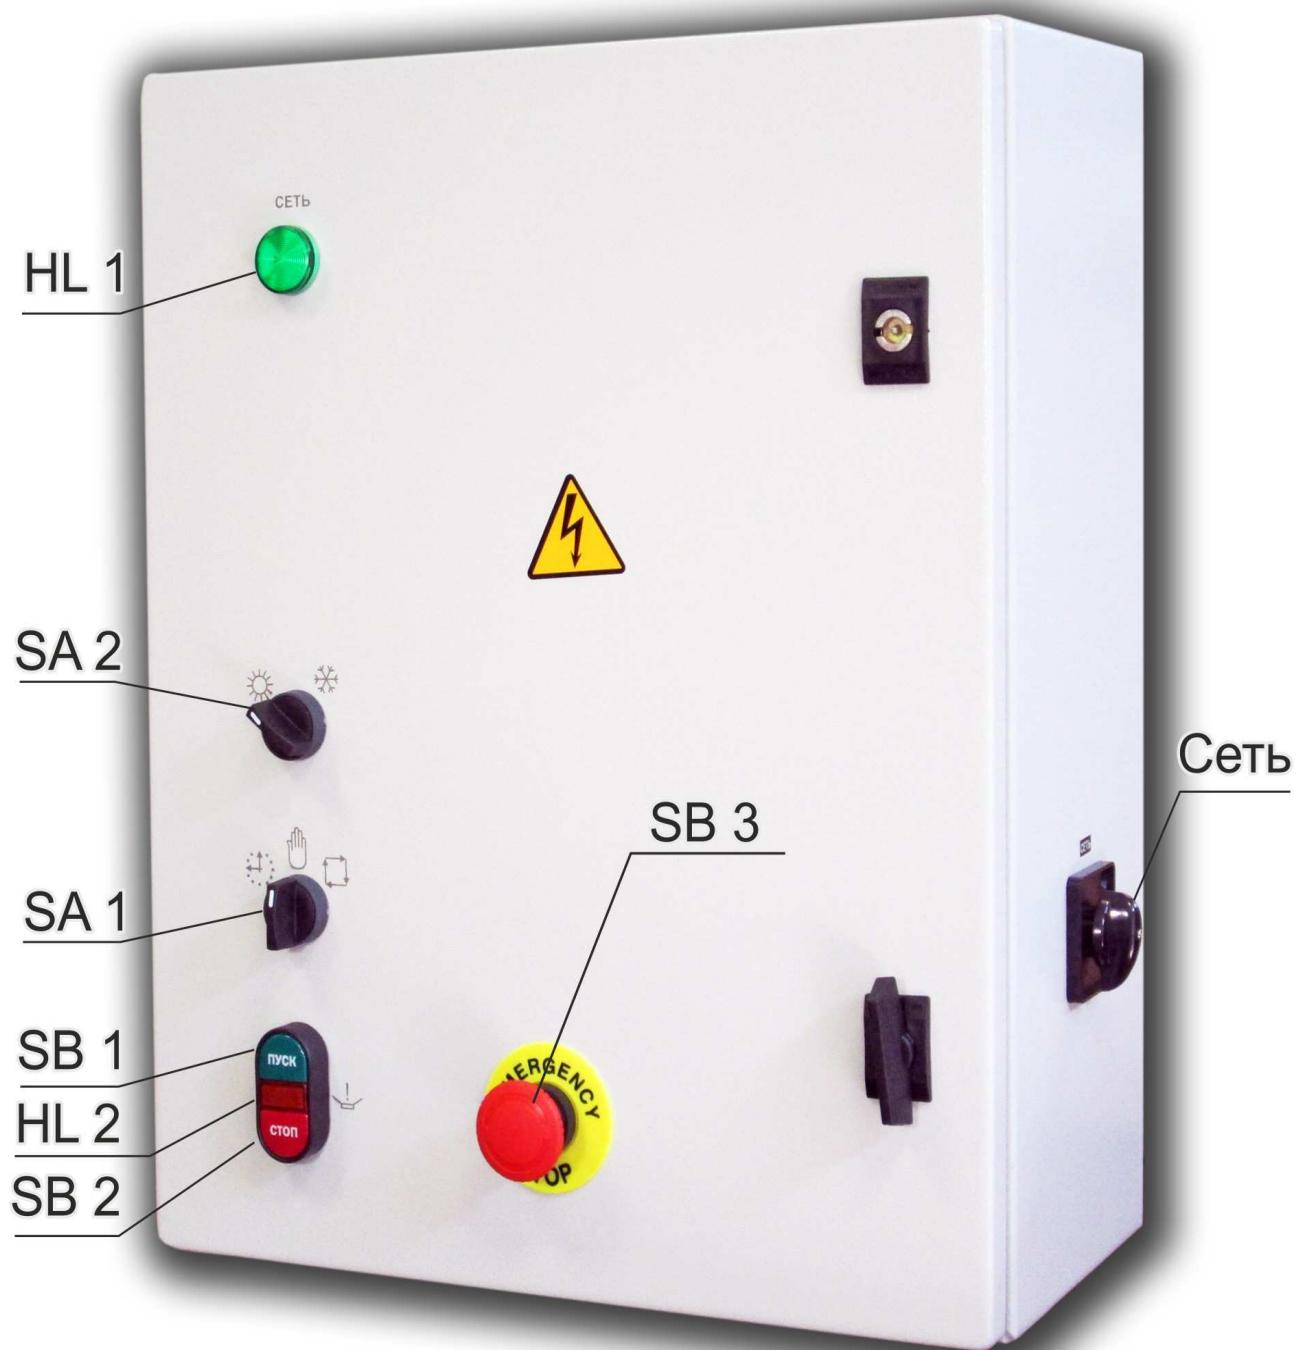
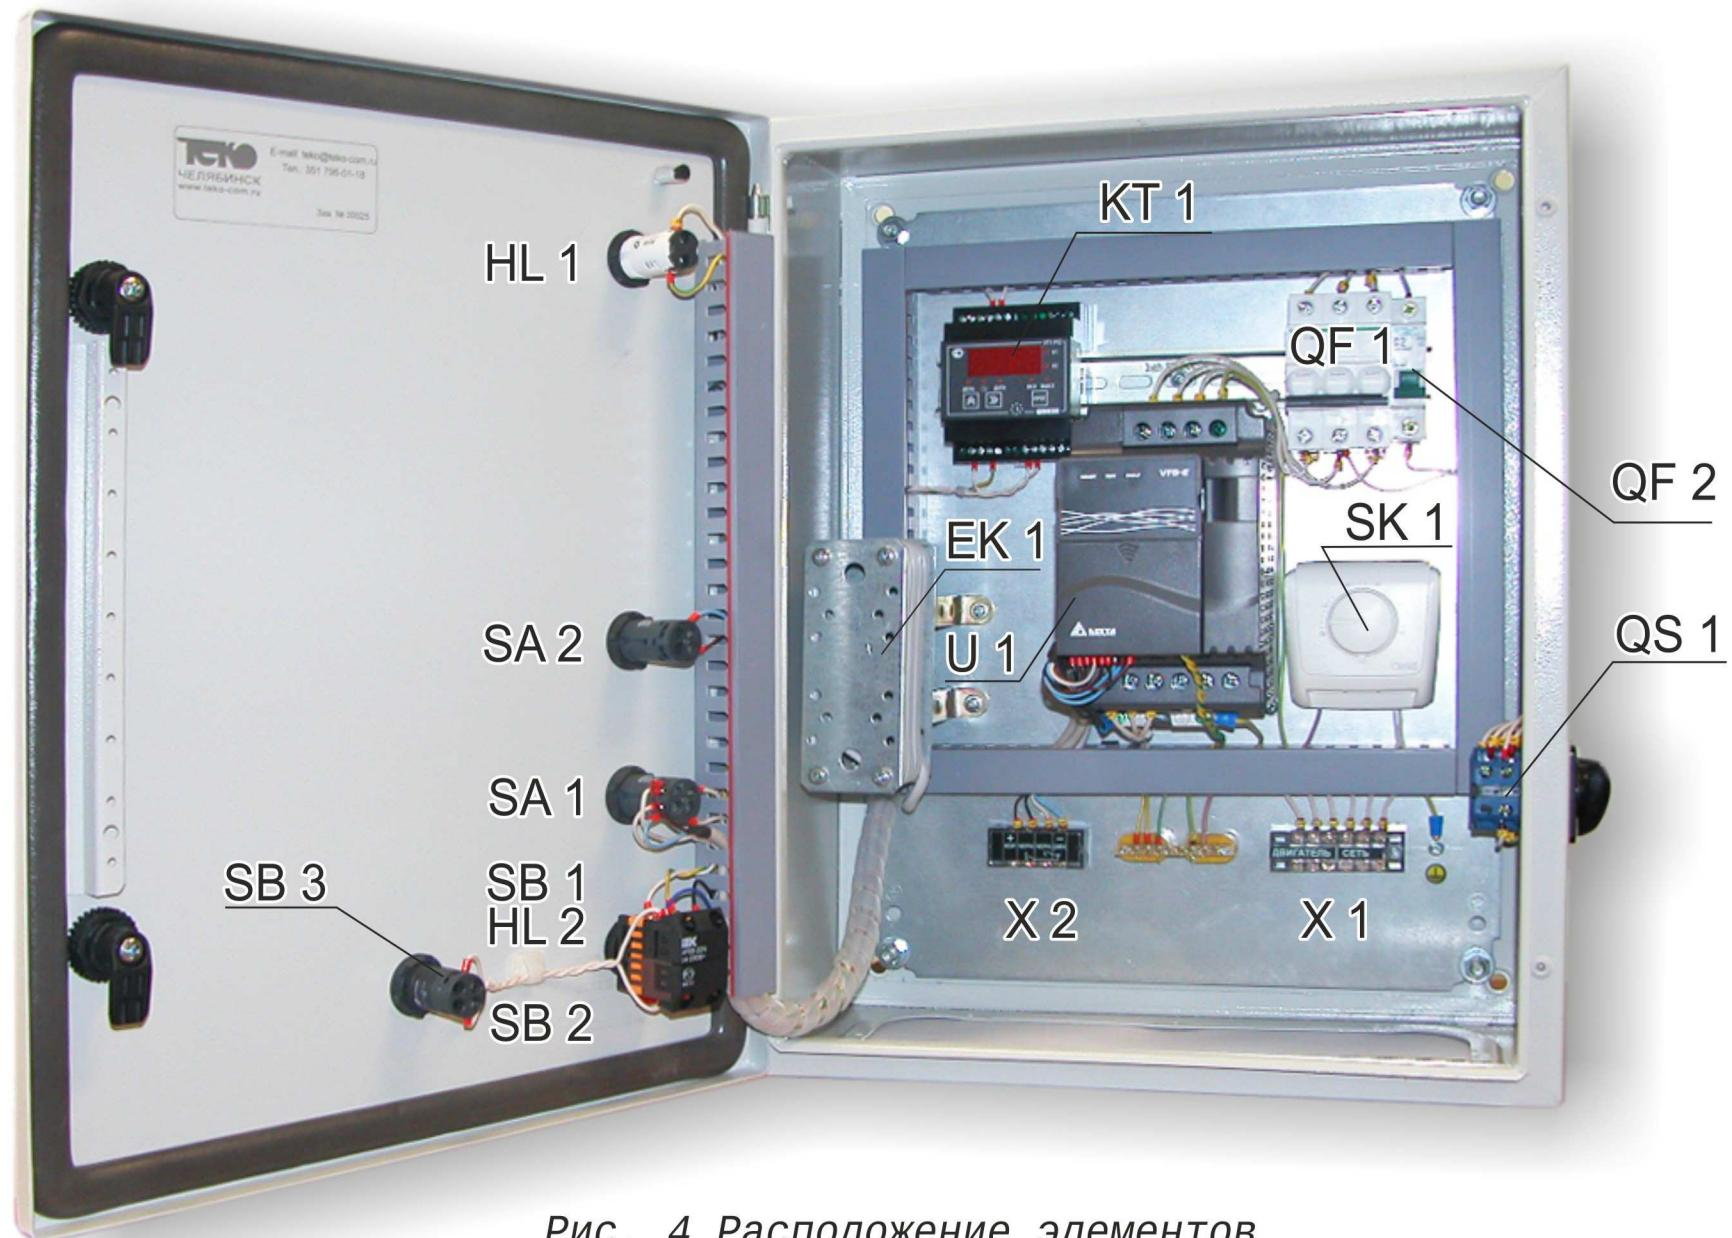

Рис. 1 Внешний вид
Рис. 4 Расположение элементов
3.2. Ящик управления, Рис.1(для мощностей 2,2 и 3,7 кВт) навесной конструкции (2 проушины для крепления к стене прилагаются). На двери ящика с лицевой стороны расположены органы управления и световая сигнализация с условными знаками, нанесенными с помощью лазера. Дверь ящика закрывается двумя замками с помощью специального ключа. Внутри ящика справа смонтирован сетевой выключатель QS1, приводная рукоятка «СЕТЬ» которого находится справа снаружи. Пускозащитная аппаратура Рис.4, блок зажимов X1 для подключения питающей 3-х фазной сети 380В и
3.4.2. В ручном режиме -  (см. рис.1), переключатель SA1 в положении  - «РУЧНОЙ», а рукоятка переключателя SA2 находится в положении , при нажатии на кнопку SB1 «ПУСК» транспортер в толчковом режиме перемещается вперед от исходного положения. При нажатии сначала кнопки SB2 «СТОП» и удерживая её в нажатом положении, а затем кнопки SB1 «ПУСК» - транспортер будет перемещаться назад в толчковом режиме к исходному положению, при этом кнопку SB2 «СТОП» можно не удерживать.